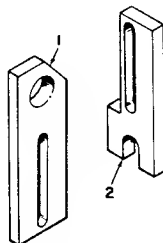

Figure 3-12. KIT, SPECIAL TOOLS
3.19 SPECIAL TOOLS (Figure 3-12)3-12)